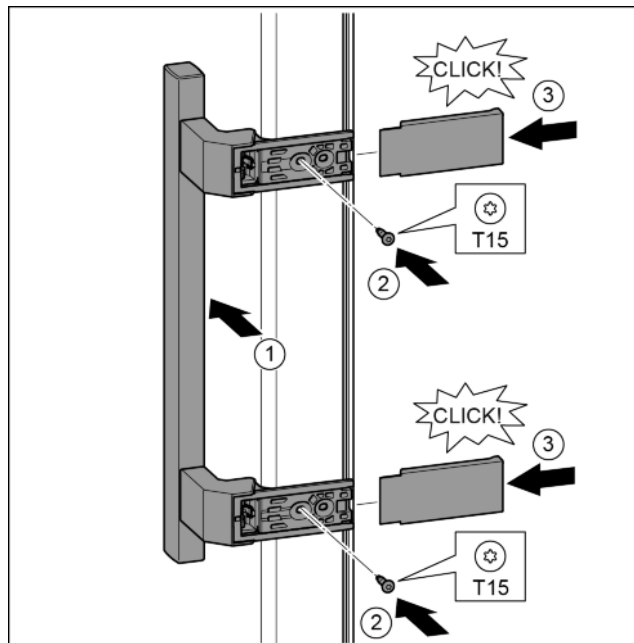

Fig. 15
- ▶ Встановіть ручку з протилежного боку. Fig. 15 (1)
- ▶ Закрутіть гвинти за допомогою викрутки T15. Fig. 15 (2)
- ▶ Встановіть кришки з боків та вставте їх. Fig. 15 (3)